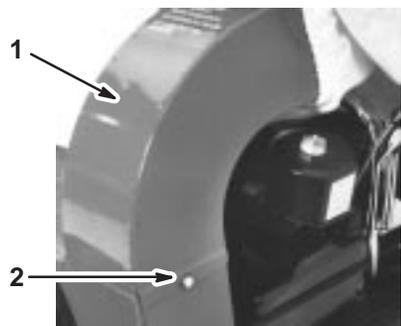

Figure 7
- Montez l'éjecteur et fixez-le avec un boulon (1/4 pouce) et une rondelle-frein (Fig. 7).